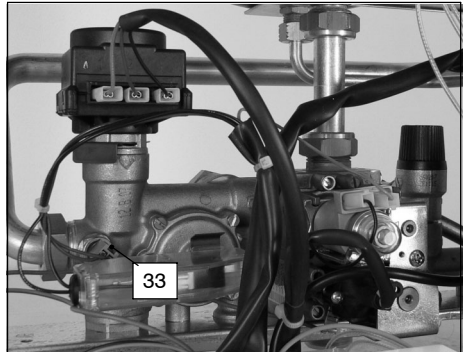

fig. 5.24
- 4 Scollegare il cablaggio della sonda NTC riscaldamento 33 in fig. 5.24
- 6 Ricollegare il cablaggio della sonda NTC riscaldamento 33 in fig. 5.24